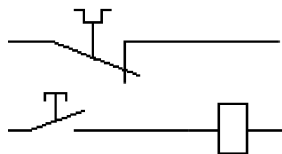

图 6-116 放大显示局部
(24) 局部放大图形，可以发现 SB1、SB2 等图块在插入图形后，虚线图线不可见，如图 6-116 所示。